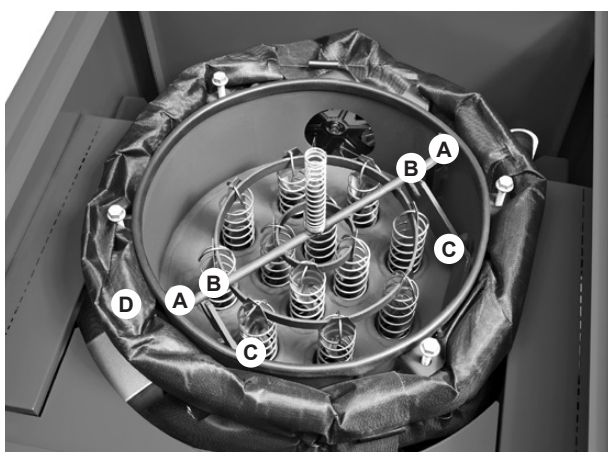

Fig. 08
6. Graissez les pièces suivantes (Fig. 08) avec une graisse résistante :
- Rails de guidage (A)
- Points de contact levier-tuyau (B)
- Pivot du levier (C)
- Rondelle excentrique (D)